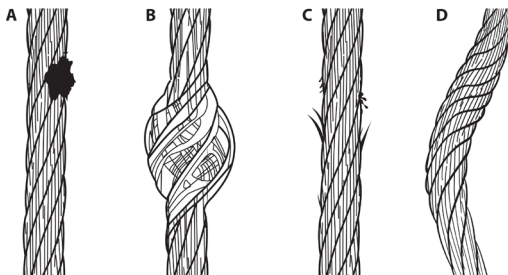

Figura 9: Inspección del cable
Inspeccione toda la longitud de la cuerda componente. Revise atentamente la cuerda de salvamento del cable en busca de alambres con hebras rotas, quemaduras por salpicaduras de soldadura, escoria de soldadura, jaulas de pájaros, torceduras y hebras dobladas. Examine también en busca de óxido, suciedad, pintura, grasa o aceite. Compruebe si hay daños causados por la corrupción química o el calor excesivo, como se evidencia con la decoloración. Consulte la Figura 9 para ver ejemplos. Si existe alguna de estas condiciones, retire el SRD del servicio.
Extraiga todo el cable y revise toda la longitud de trabajo en busca de daños causados por corrosión química o calor excesivo, como se evidencia de decoloración (A), jaulas de pájaros (B), hebras de alambre rotas (C), torceduras y hebras dobladas (D), consulte la Figura 9. El cable debe retraerse completamente sin fluctuaciones y debe permanecer tirante bajo tensión sin combarse.
Lista de verificación de inspección: Utilice la Tabla 6: Pautas para la inspección de cables SRD para inspeccionar el SRD. Consulte la Figura 9 para ver ejemplos de daños en los cables.